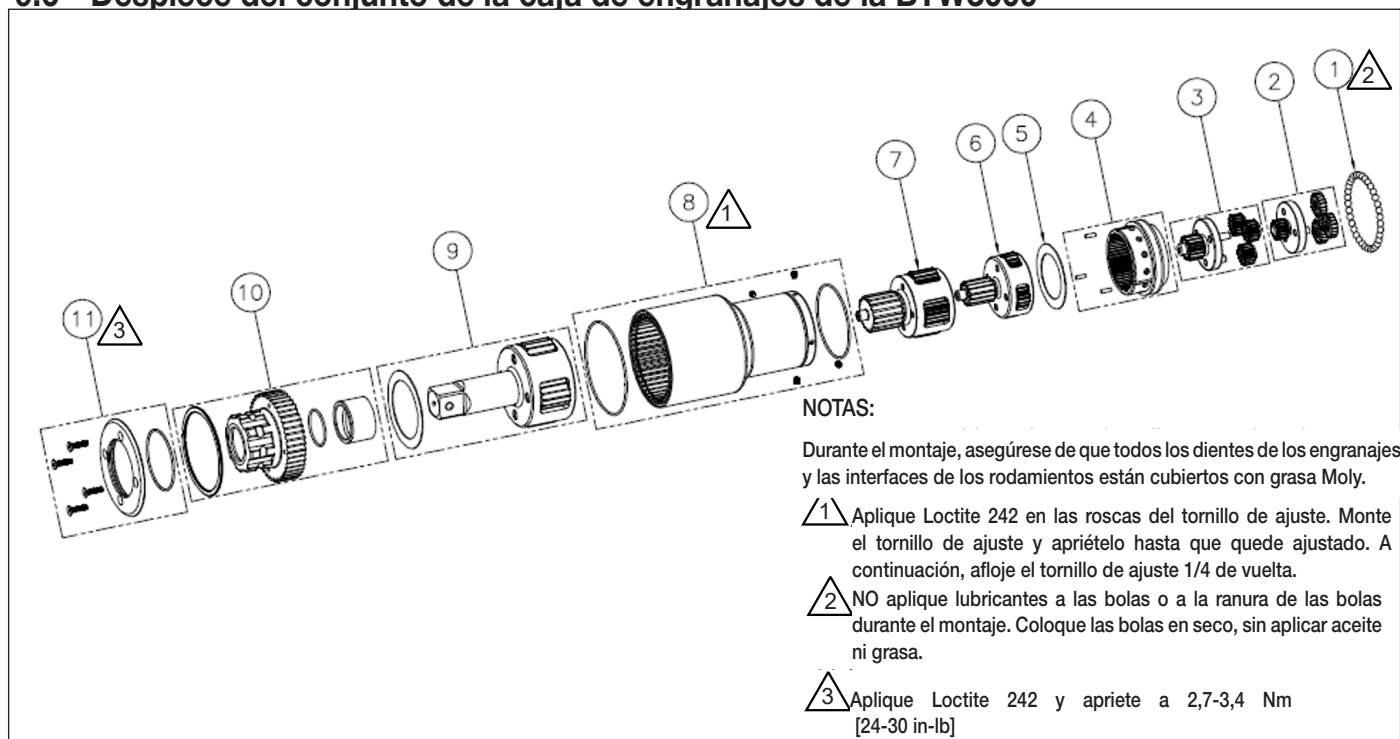

Figura 12: Conjunto de caja de engranajes TW3000SR
9.7.1 Tabla de piezas (Figura 12)
9.8.1 Tabla de piezas (Figura 12)